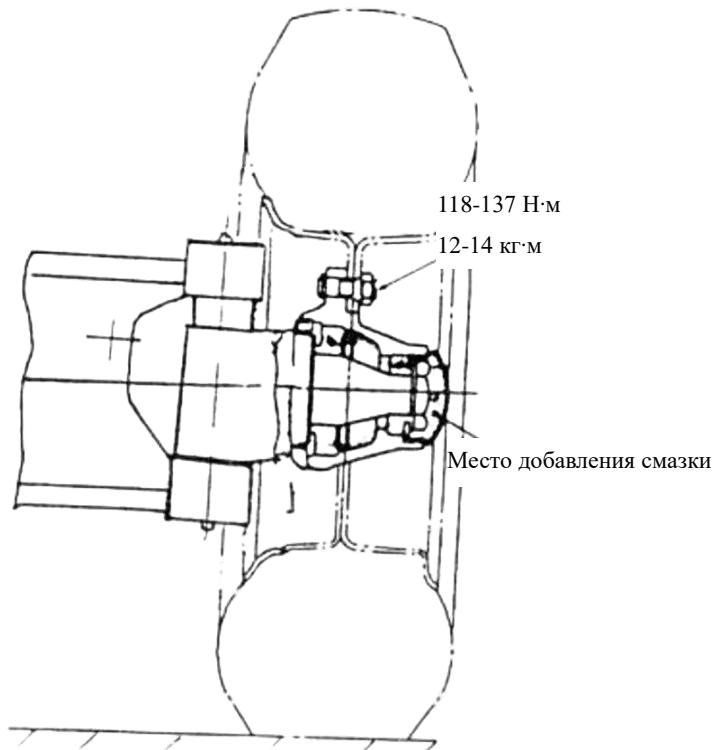

Рис. 5-2
- (1) См. Рисунок 5-2, смажьте внутренние полости внутренних и внешних подшипников, крышку ступицы колеса, а также сальник.
- (2) Установите наружное кольцо подшипника на ступицу колеса и установите ступицу колеса на вал поворотного кулака.
- (3) Установите шайбу и затяните гайку с моментом затяжки 206-235 Н·м (21-24 кг·м), затем ослабьте гайку, затянув гайку снова моментом затяжки 9,8 Н·м (1 кг·м).
- (4) Аккуратно постукивая ступицу колеса деревянным молотком, вращайте ступицу колеса 3-4 оборота вручную, чтобы обеспечить стабильность вращения, и измерьте крутящий момент, чтобы его значение находилось в диапазоне 2,94-7,8 Н·м (0,3-0,8 кг·м)
- (5). Если крутящий момент больше стандартного значения, вы можете отвернуть гайку на 1/6 оборота, а затем снова измерить его.
- (6) После того, как крутящий момент будет соответствовать стандартному значению, зафиксируйте гайку при помощи шплинта.